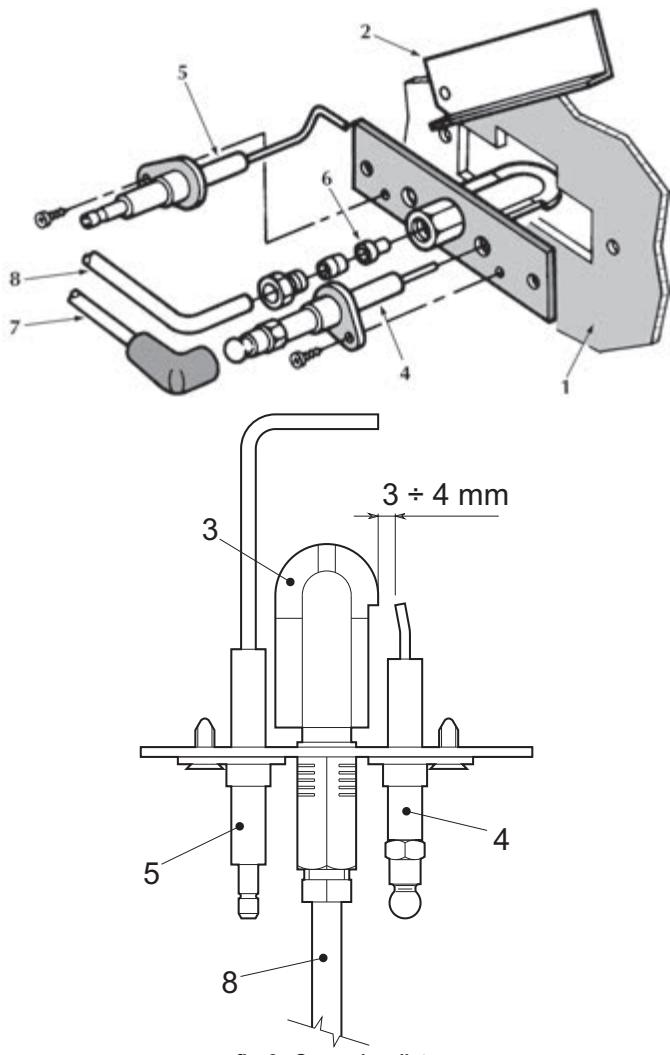

fig. 8 - Quemador piloto
- Los electrodos no presenten incrustaciones y estén bien colocados (véase fig. 8).
| Después de repetidos intentos de encendido, la centralita electrónica bloquea la caldera. | Limpiar con aire comprimido los inyectores de los quemadores piloto. Controlar que el gas llegue a la caldera correctamente y que no quede aire en los tubos. Controlar que los electrodos estén correctamente ubicados y no tengan incrustaciones (ver fig. 8). Controlar que la caldera esté conectada a una buena toma de tierra. Controlar las conexiones a los electrodos de encendido y de ionización. |
| En la fase de encendido, no se produce la descarga entre los electrodos. | Controlar que los electrodos estén correctamente ubicados y no tengan incrustaciones (ver fig. 8). Termostato de regulación ajustado en un valor demasiado bajo Controlar la alimentación eléctrica. Controlar las conexiones a los electrodos de encendido y de ionización. Controlar las conexiones a la centralita electrónica de control de la llama. Controlar que no se hayan invertido la FASE y el NEUTRO y que los contactos a masa sean eficaces. Controlar la presión del gas de entrada y que no haya presostatos del gas abiertos. Rearmar el termostato de seguridad. Comprobar que el termostato de ambiente esté cerrado. |